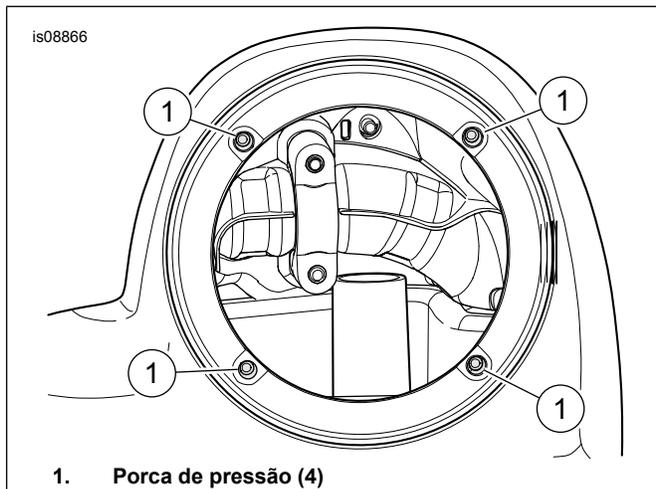

Figura 11. Porcas prisioneiras
15. Veja Figura 11 . Instale as porcas de pressão (4) pela parte de dentro da abertura grande.